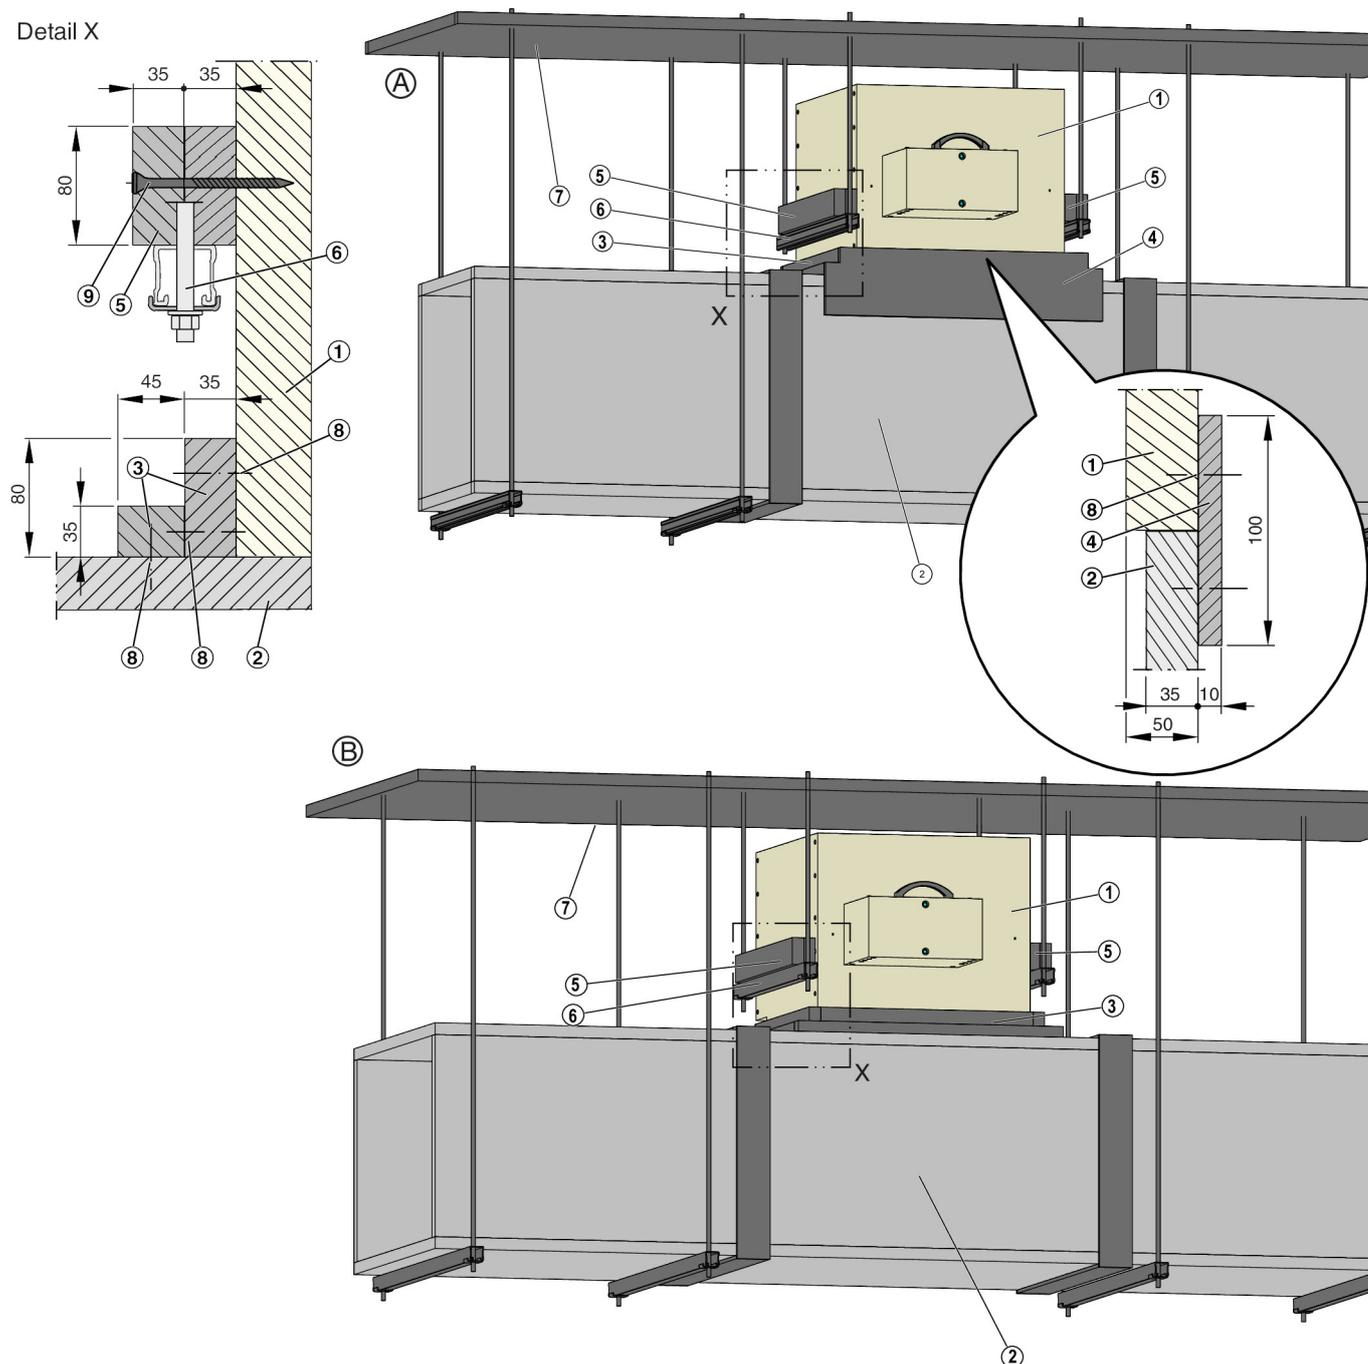

Abb. 22: Einbau auf horizontalen feuerwiderstandsfähigen Entrauchungsleitungen, , Klassifizierungsindex:  $h_{od}$
- 1. ▶ Beidseitig die Aufdoppelung ( Abb. 22 /5) mit Schnellbauschrauben an der Entrauchungsklappe anbringen; (mit  $\varnothing 3 \text{ mm}$  vorbohren), Schraubabstand  $\leq 100 \text{ mm}$ , mindestens 2 Schrauben.
- 4. ▶ Riegel ( Abb. 22 /3) zwischen feuerwiderstandsfähiger Entrauchungsleitung und Entrauchungsklappe herstellen. Dazu die Riegel an den Stossstellen, an der Entrauchungsleitung und an der Entrauchungsklappe verkleben und mit Stahldrahtklammern, Abstand  $\leq 150 \text{ mm}$ , verbinden.